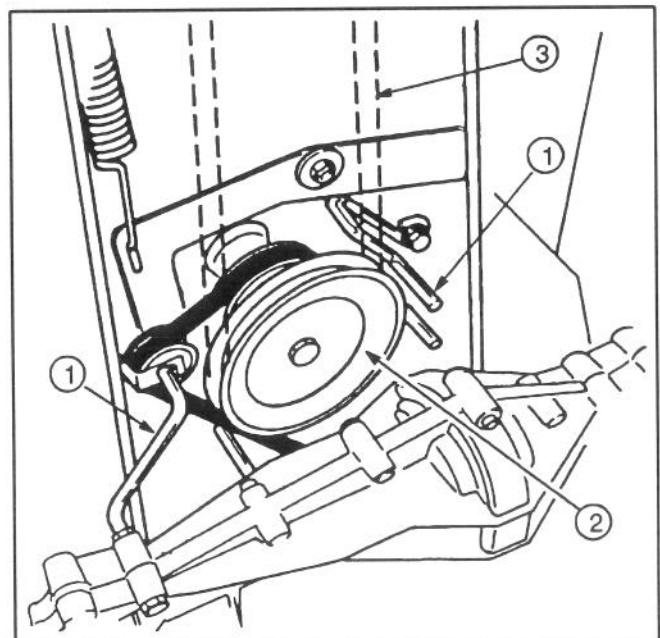

Figure 23
2. Régler la commande de hauteur de coupe au plus bas, desserrer les guides de courroie situés près de la poulie moteur et les écarter en les tournant. Déposer la courroie de la poulie (Fig. 23).